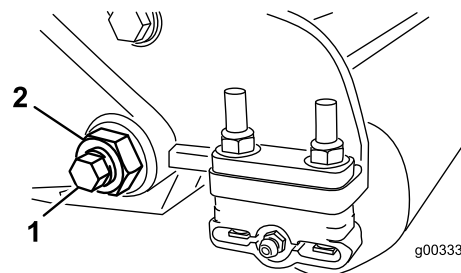

Рисунок 29
3. С каждой стороны машины ослабьте контргайку, крепящую болт планки неподвижного ножа (**Рисунок 29**).
4. Отверните каждый болт планки неподвижного ножа, чтобы можно было потянуть планку вниз и снять ее с режущего блока (**Рисунок 29**).